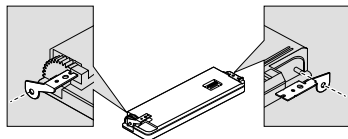

Fig. 12
1. Attachez les crochets des deux côtés de la face avant. (Fig. 12)